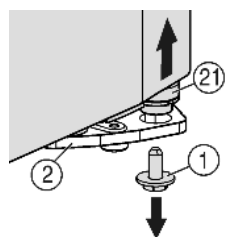
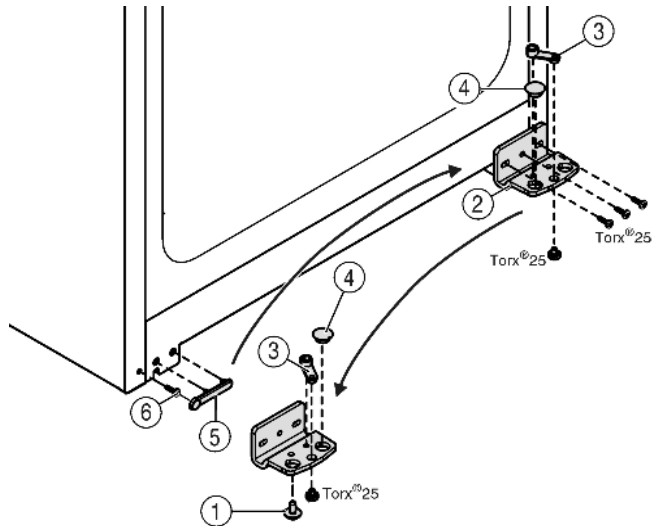

Fig. 5
Fig. 6
- ▶ Внизу справа на опорном кронштейне выкрутите фиксирующий винт Fig. 5 (1).
- ▶ Опорный палец Fig. 5 (21) можно извлечь из опорного кронштейна Fig. 6 (2).
- ▶ Если установочный винт Fig. 5 (21) не откручивается, его можно вынуть, нажав на него снизу.
- ▶ Открутите опорный кронштейн Fig. 6 (2).
- ▶ Открутите опорную деталь Fig. 6 (3) и, переставив в отверстие на противоположной стороне опорного кронштейна, снова прикрутите.
- ▶ Извлеките заглушку Fig. 6 (4) из опорного кронштейна и переставьте ее в отверстие на противоположной стороне опорного кронштейна.
- ▶ Осторожно снимите крышку со стороны ручки Fig. 6 (5).
- ▶ Выкрутите болт Fig. 6 (6) и вкрутите на противоположной стороне.
- ▶ Снова установите крышку Fig. 6 (5).
- ▶ Снова прикрутите опорный кронштейн Fig. 6 (2) на новой стороне шарнира (с моментом 4 Нм). При необходимости используйте аккумуляторный шурупверт.
- ▶ Вкрутите фиксирующий винт Fig. 5 (1) внизу в опорный палец и затяните (с моментом 4 Нм).